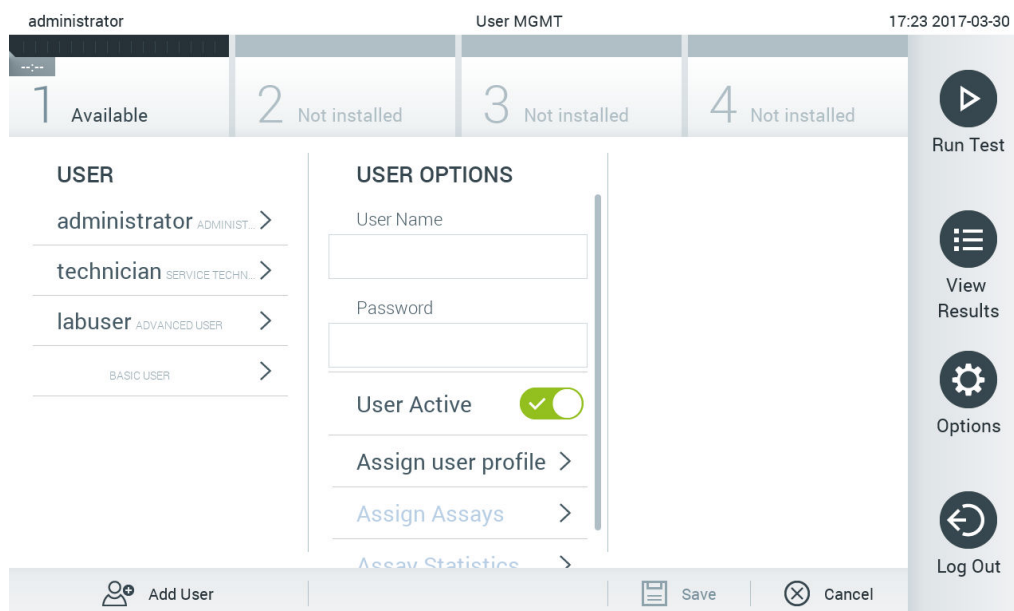

Figura 57. Adicionando um novo usuário.
1. Pressione o botão Options (Opções) e o botão User Management (Gerenciamento de usuários). A tela User Management (Gerenciamento de usuários) é exibida na área de conteúdo da tela (Figura 57).